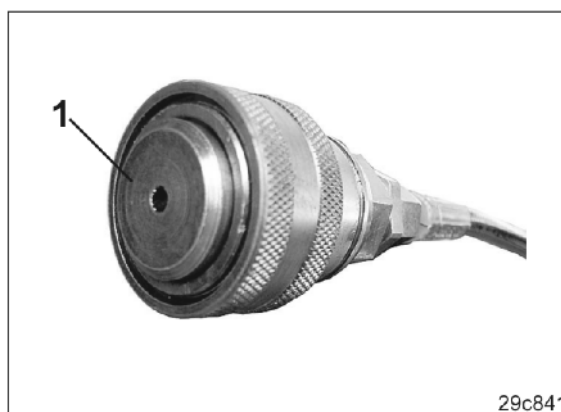

Рис. 18
2. Гидравлический штекер и соединительную муфту защитите от загрязнения при помощи пылезащитных колпачков (Рис. 18/1).